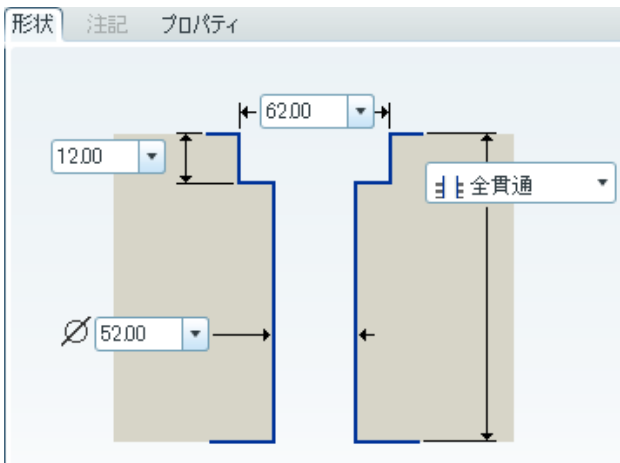

図 5-54 穴の形状の設定
- 穴の形状の設定は形状をクリックし図 5-54 のように寸法を入力する。終了をクリックする。